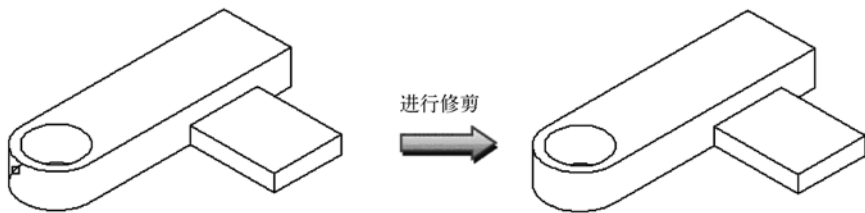

图 8-140 修剪图形
15) 修剪图形。选择“修改”→“修剪”菜单命令或单击“修剪”按钮, 对图形进行修剪, 如图 8-140 所示。